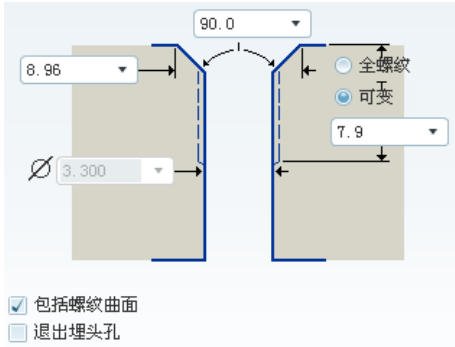
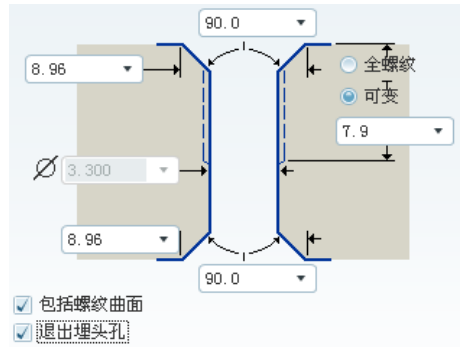

图 5.14.14 埋头螺钉螺孔 1
图 5.14.15 埋头螺钉螺孔 2
(2) 埋头螺钉螺孔形式。在操控板中单击  和 ，再单击 **形状**，系统弹出图 5.14.14 所示的界面，如果选中 退出埋头孔复选框，则螺孔形式如图 5.14.15 所示。注意：如果不选中 包括螺纹曲面复选框，则在将来生成工程图时，就不会有螺纹细实线。